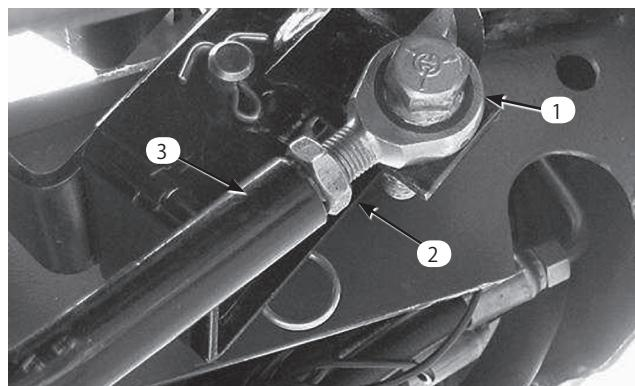

図59
3. さらに調整が必要な場合は、走行ロッド（図59）を調整する：